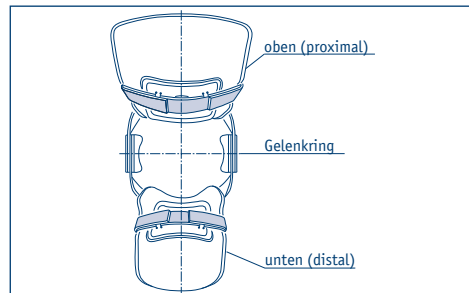

Abb. 3: Vordere Schublade
- Durch die beiden Kniekehlenpolster (Abb. 3) wird ein 4-Punkt-System realisiert, z.B. bei vorderer Instabilität (Schublade).